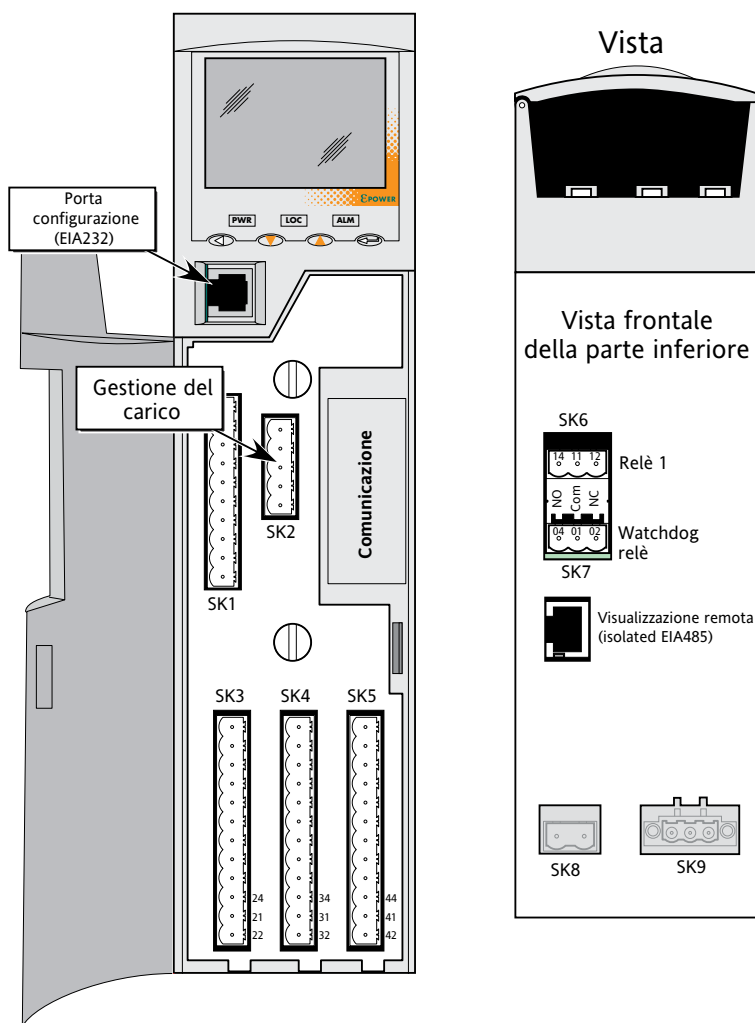
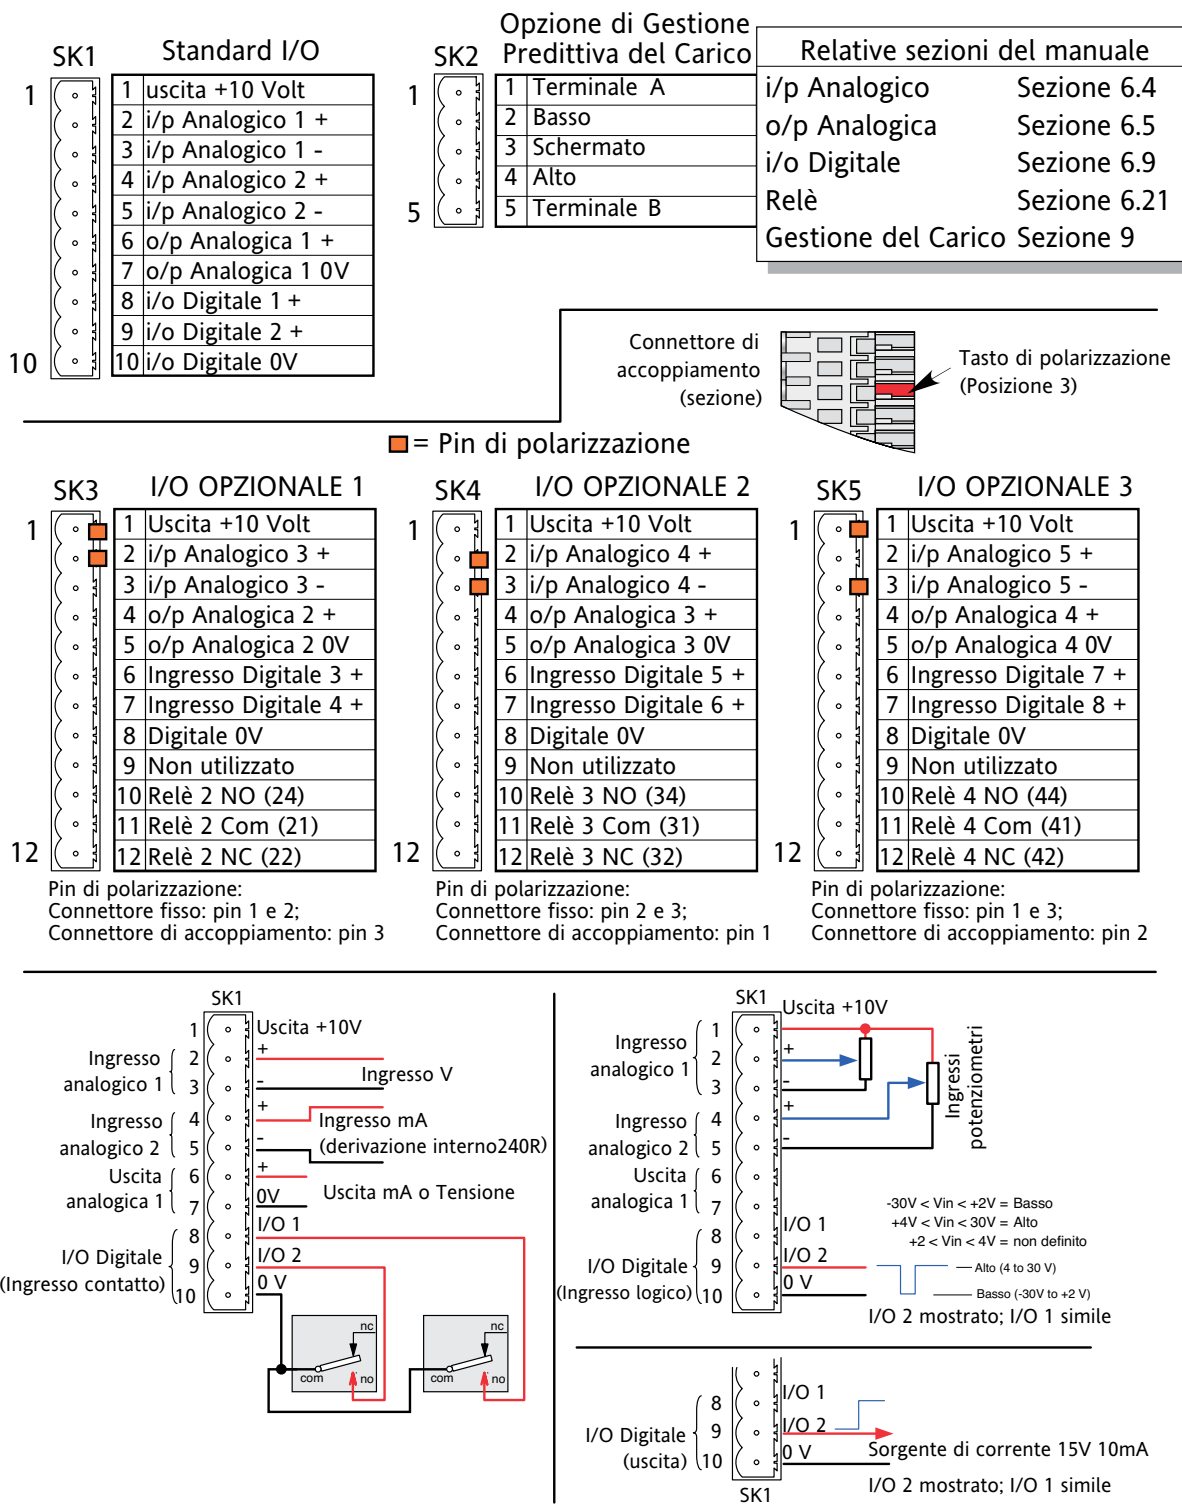
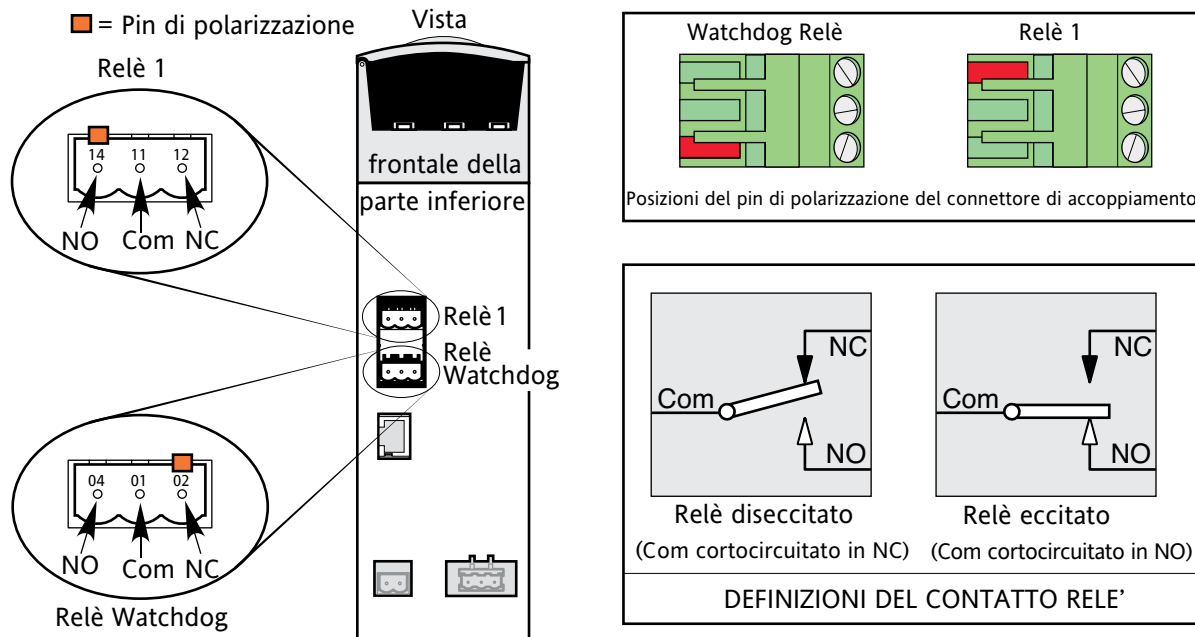

Figura 2.2.1b Posizioni del connettore
Figura 2.2.1c Piedinature connettore unità driver
Figura 2.2.1d Piedinatura e posizione del connettore del relè.
Per abilitare il funzionamento della parte di potenza, l'ingresso di abilitazione del modulo driver deve essere chiuso. Nella configurazione di default questo si ottiene cortocircuitando i pin 8 e 10 del SK1 (ingresso digitale 1 – figura 2.2.1b) oppure utilizzando una Costanti Utente collegata al parametro Enable del blocco Firng Op utilizzando il programma iTools.
Se necessario, il DI1 può essere riconfigurato come ingresso in tensione, richiedendo in questo caso l'applicazione di un segnale (figura 2.2.1c) al pin 8 dell'SK1 con il comune collegato al pin 10.
La Figura 2.2.1b mostra la disposizione dei diversi connettori; mentre le piedinature e il collegamento tipico per l'SK1 (montato di serie) sono mostrati nella figura 2.2.1c. Il collegamento per le unità I/O opzionali (da SK3 a SK5) è simile, ad eccezione del fatto che queste contengono un relè che va ad aggiungersi ai circuiti digitali e analogici e che i circuiti digitali sono solo ingressi.
Il relè di Watchdog è collegato ad un connettore nella parte inferiore del Modulo Driver (figura 2.2.1d).
Questo relè, fornito di serie, è posizionato accanto al relè di Watchdog (figura 2.2.1d). L'eccitazione/diseccitazione della bobina del relè viene controllata dal software ed è totalmente configurabile dall'utente. I morsetti Normalmente aperto (NA) e Normalmente chiuso (NC) si riferiscono al relè nel suo stato di diseccitazione. Nel caso in cui siano presenti Moduli I/O opzionali, sarà possibile aggiungere ulteriori relè per un numero massimo di tre (vedi figura 2.2.1c).
Questa opzione permette ad un determinato numero di Epower di comunicare tra loro per consentire l'implementazione di tecniche di gestione del carico come ad esempio la Condivisione del Carico (Load Sharing) e la Ripartizione del Carico (Load Shedding). La figura 2.2.1b mostra la posizione del connettore.
Il connettore RJ11 posizionato sulla parte frontale del Modulo Driver (Figura 2.2.1b) viene utilizzato per effettuare una connessione diretta con il PC utilizzando la standard EIA232C.